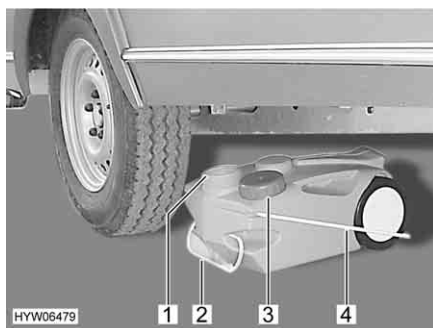

Bild 183 Avloppstank, mobil
- Stäng avloppstankens öppning (Bild 183,1) med locket (Bild 183,3).
- Drag i handtaget (Bild 183,2) för att dra ut avloppstanken.
- Fäll upp bärhandtaget (Bild 183,4) och ställ upp avloppstanken.